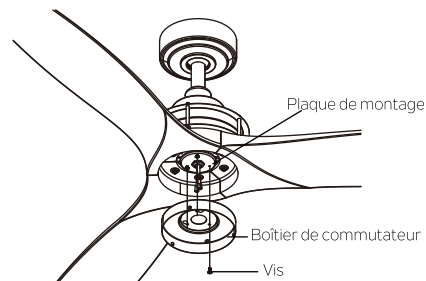

Fig. 24
Étape 4. Placez les deux trous oblongs sur le boîtier de commutateur sur les 2 vis desserrées précédemment de la plaque de montage. Tournez le boîtier de commutateur jusqu'à ce qu'il soit verrouillé en place à la section étroite des trous en forme de serrure. Fixez en serrant les 2 vis installées précédemment et celle qui a été desserrée précédemment au cours de l'étape 2. (Fig. 24)